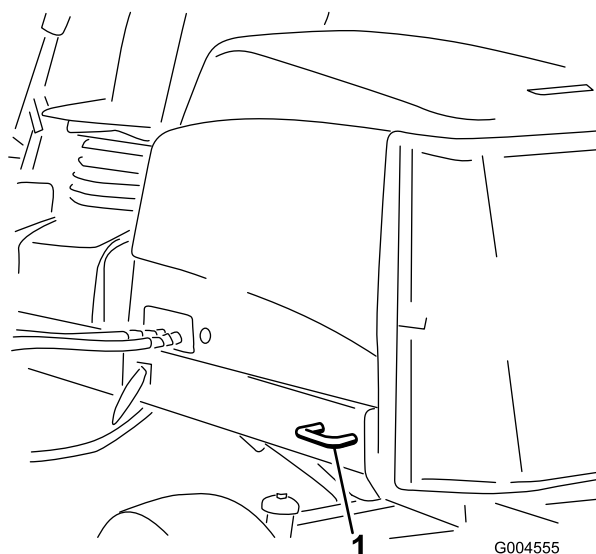

Figura 45
- Detrás – en cada lado de la máquina, en el bastidor trasero (Figura 45).